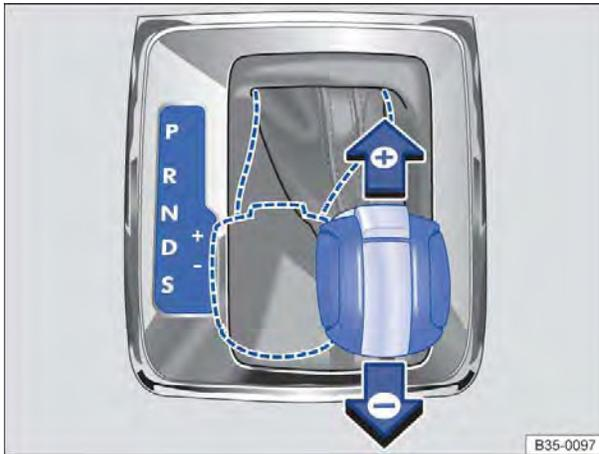

Fig. 145 Alavanca seletora na posição Tiptronic (veículos com direção à esquerda). Veículos com direção à direita são espelhados.
- Mover a alavanca seletora para frente (+) ou para trás (-) para aumentar ou diminuir a marcha ⇒ Fig. 145.